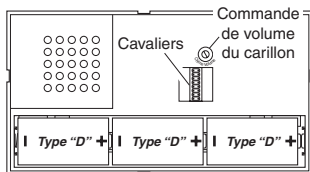

Figure 3 - Intérieur du carillon
3. **Installez 3 piles alcalines « D ».** Prenez soin d'orienter les piles correctement (voir la Figure 3).
5. Réglage du volume. Réglez le volume à l'intensité souhaitée (voir la Figure 3).
- Remettez les piles en place (voir la Figure 3).